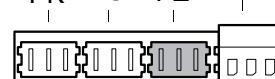

Fig. 37 Morsettiera - Pompa di circolazione 230 V (collegamento colore lilla).
- Collegare la pompa di circolazione al morsetto lilla PZ (fig. 37). Corrente assorbita massima ammessa della pompa = 250 W.